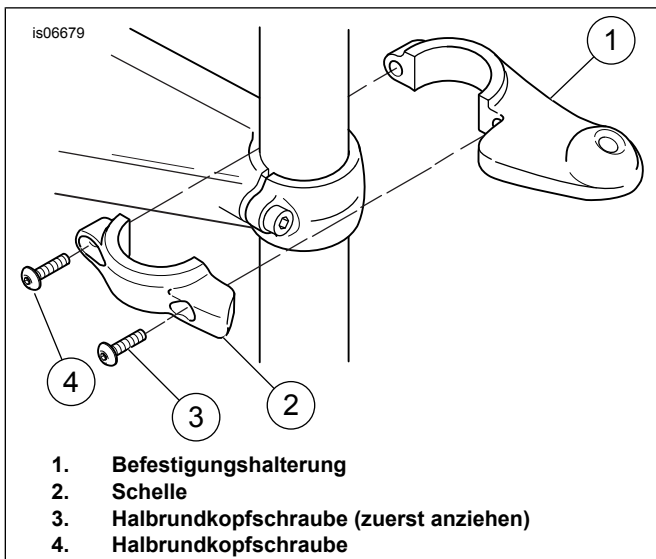

Abbildung 1. Befestigungshalterung an Tauchrohr befestigen (rechte Seite dargestellt)
4. Siehe Abbildung 1. Die Befestigungshalterungen (1) und Schellen (2) sind seitenspezifisch. Die rechte oder linke Halterung und Schelle auswählen und mit zwei Rundkopfschrauben (3 und 4) aus dem Satz am Tauchrohr befestigen.
5. Mit der äußeren Schraube (3) beginnen und die Schrauben auf ein Drehmoment von 8–9 N·m (70–80 in-lbs) anziehen. Für Schraube (4) wiederholen.